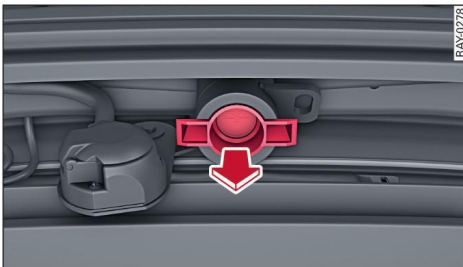

Fig. 82 Zona del parachoques trasero: Extraer el tapón
- Saque el tapón del tubo de enclavamiento ⇒ fig. 82.